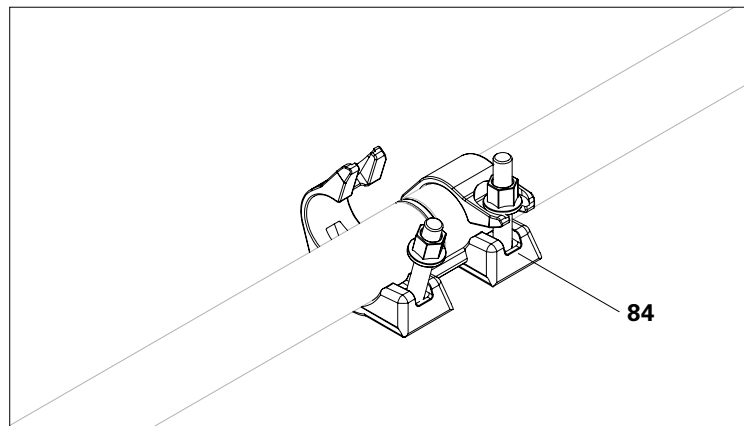

Abb. A10.07b
3. Gerüstrohre mit Zugkupplung (**84**) verbinden. Kupplungen mit 50 Nm festziehen. (Abb. A10.07b)